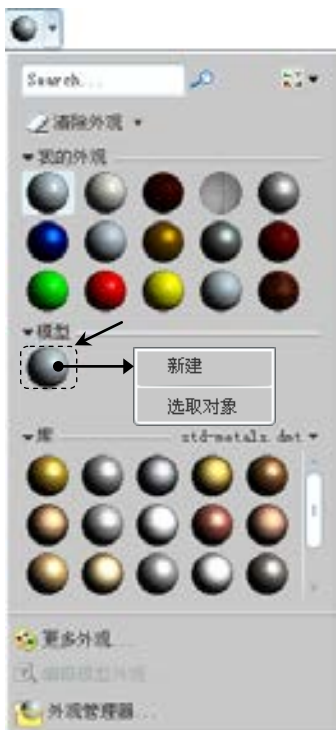
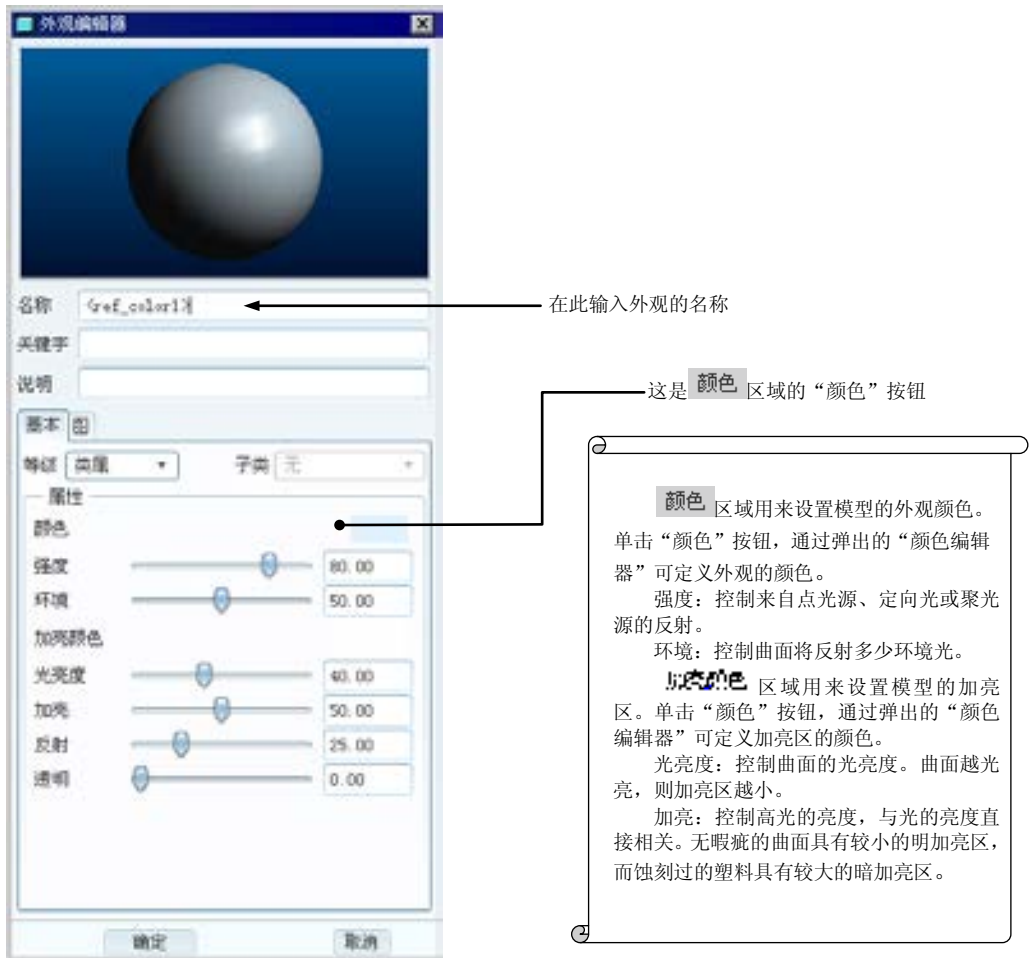

图 7.8.1 “外观颜色”对话框
图 7.8.2 “外观编辑器”对话框 (“基本”选项卡)
Step2. 在工具栏中按下“外观库”的命令按钮中的，此时系统图 7.8.1 所示的“外观颜色”对话框。
(1) 在弹出的图 7.8.1 所示的“外观颜色”对话框的 **模型** 中右击，在弹出的快捷菜单中选择 **新建** 命令，此时系统弹出图 7.8.2 所示的“外观编辑器”对话框，并输入新增加的外观名称。
(2) 外观的基本设置。可通过“颜色”区域设置模型的外观颜色，在“加亮颜色”区域中设置模型加亮区的显示。下面说明前者的操作方法。
① 单击“颜色”区域中的“颜色”按钮，如图 7.8.2 所示。
③ 定义了外观颜色后，在图 7.8.2 所示的“外观编辑器”对话框中，通过颜色区域的滑块可以调整光线对模型外观颜色的影响。